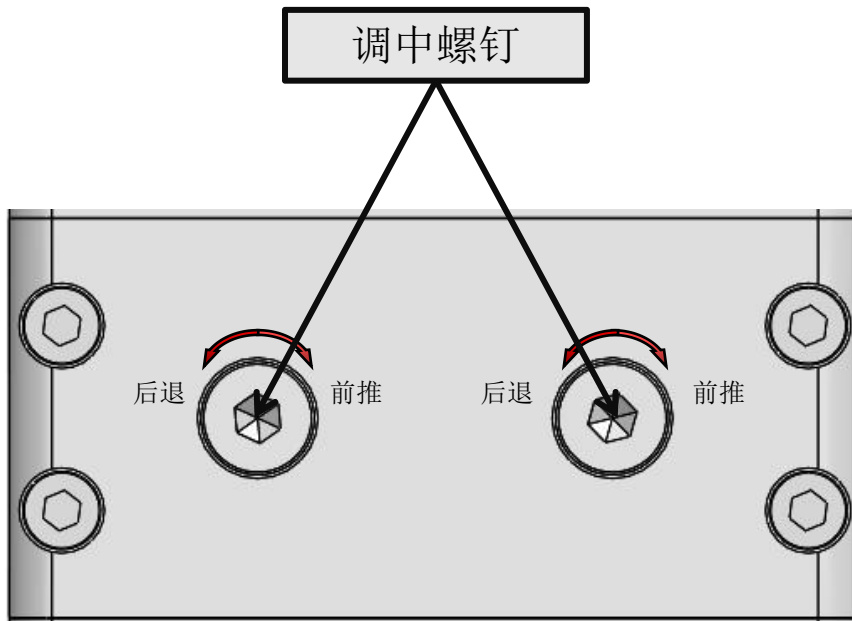

图3.8
- ① 为达到良好的切缝效果，激光光束必须保持在喷嘴中心，当偏离喷嘴中心时就需要通过光束调中模块进行调中，如下图3.8所示。